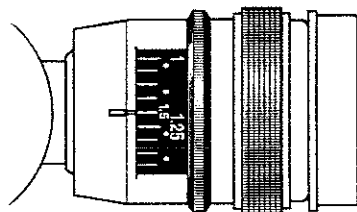

Fig. 24
- Si el peso de la cabeza enchufable (casco y cápsula) sobrepasa 21 g (cuando utilice una cápsula más pesada de 9 g junto con el casco suministrado) fije el contrapeso extra suministrado en la parte posterior del contrapeso principal como se muestra en la Fig. 23 y ajuste la fuerza de apoyo de la aguja. En este caso cambiará la escala de contrapeso. En este caso, la fuerza de apoyo de la aguja se indicará mediante números azules. (Fig. 24)